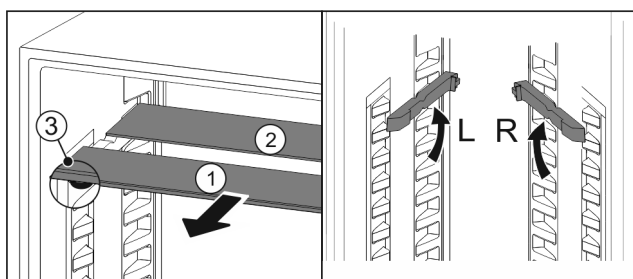

Fig. 23
- Посуньте Fig. 23 (1) скляну панель вперед.
- ▷ Скляна панель Fig. 23 (1) з декоративною планкою лежить спереду.
- ▷ Стопори Fig. 23 (3) показують вниз. Пристрої з морозильною камерою:*